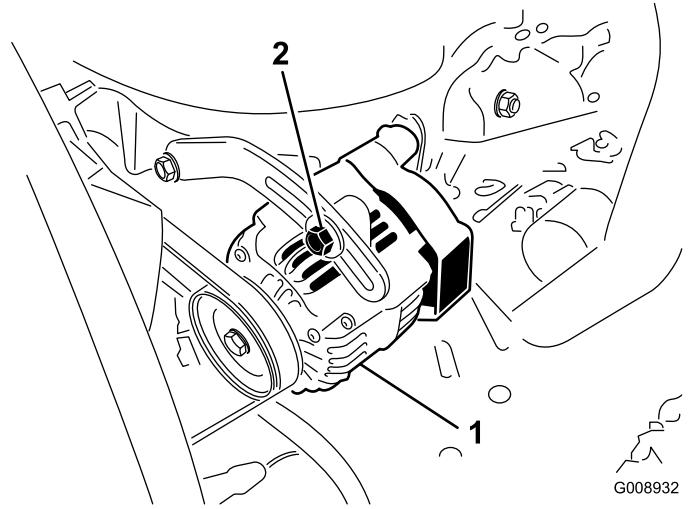

Figura 73
Verifique o estado e a tensão das correias (Figura 73) após cada 100 horas de funcionamento.
2. Se a deslocação obtida não for igual a 10 mm, deve desapertar os parafusos de montagem do alternador (Figura 73). Aumente ou diminua a tensão da correia do alternador e aperte os parafusos. Verifique uma vez mais a deslocação da correia para se certificar de que a tensão está correta.